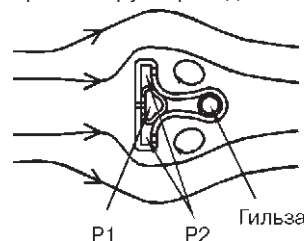

Рис.1. OHT Annubar 485.
**OHT Annubar 485** (рис.1) представляет собой погружную конструкцию, использующую в основе профиль Т-образной формы. Такая конструкция применяется для измерения расхода в трубопроводах Ду от 50 до 2400 мм.